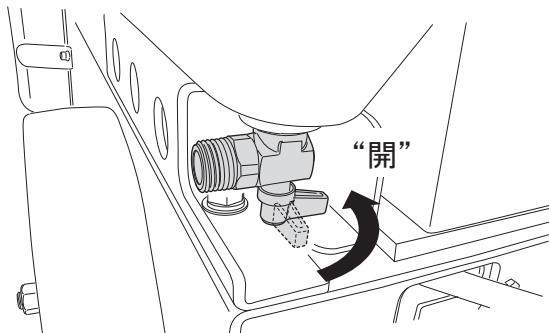

図 43
5. 排水コックを開けて水タンク内の残った水を捨てます。(図43)